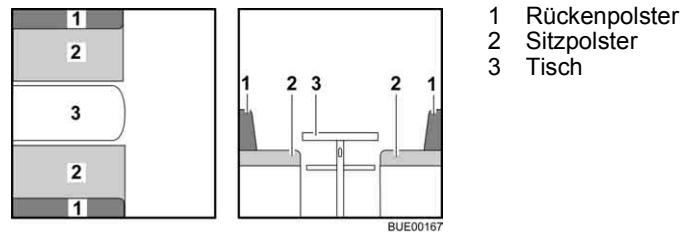

Bild 93 Vor dem Umbau
- Tisch (Bild 93,3) zum Bettunterbau umbauen (siehe Abschnitt 6.12).